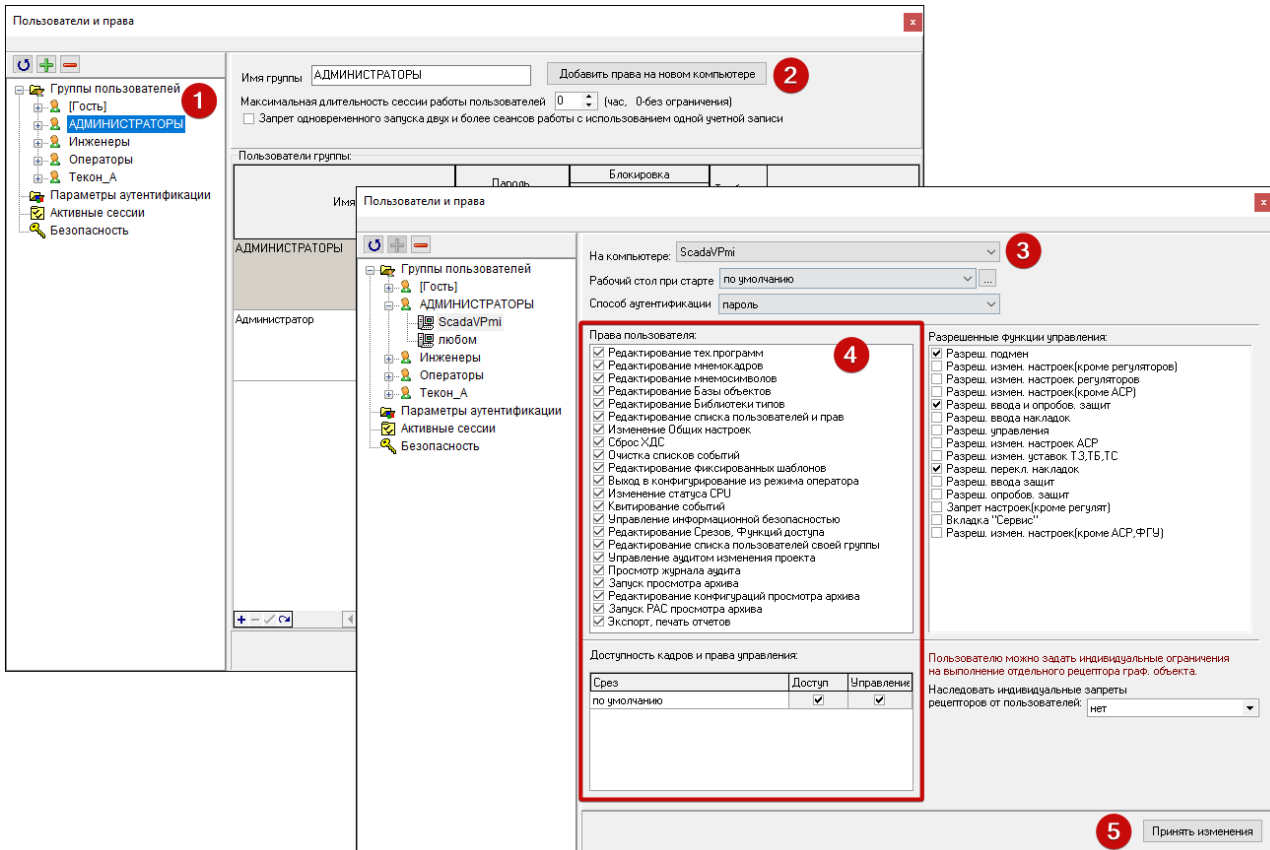

Рисунок 4.1. Выдача прав на АРМ для групп пользователей
- 2) Выберите нужную группу пользователей (рис. 4.1 [1]).
- 3) В правой части окна нажмите кнопку "Добавить права на новом компьютере" (рис. 4.1 [2]).
- 4) В поле "На компьютере" выберите марку АРМа, на котором следует выдать права для данной группы пользователей (рис. 4.1 [3]).
- 5) Выдайте необходимые права для группы пользователей на выбранном АРМе (рис. 4.1 [4]).
- 6) Нажмите кнопку "Принять изменения" (рис. 4.1 [5]).